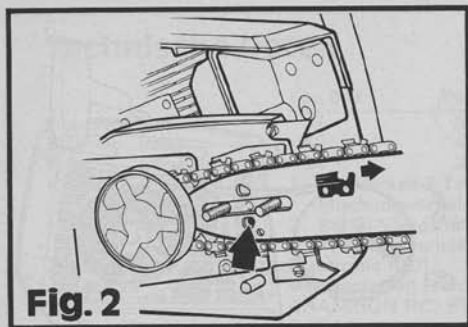

Fig. 2
3. Die Kette um das Kettenritzel und in die Schwertnut legen. Am besten auf der Oberseite beginnen. — Die scharfen Kanten der Sägenzähne zeigen auf der Schwertoberseite in Richtung nach vorne! Außerdem darauf achten, daß die Antriebsglieder richtig in dem Kettenritzel eingreifen (Fig. 2).